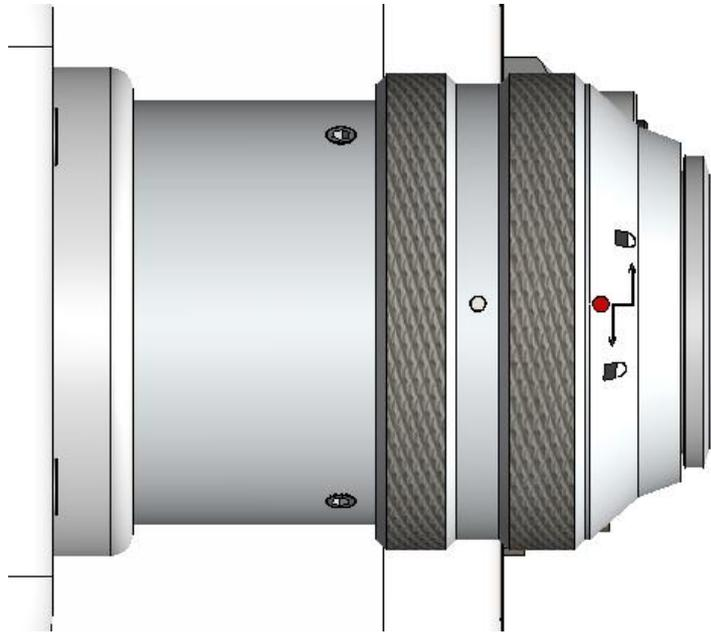

图1.7
- ③ 将QBH连接器拧至打开状态：逆时针方向旋至极限位置（可以感觉到“噎”的一声），注意转到位即可，不要大力拧动，否则可能会损坏QBH内部结构，如图1.7所示：